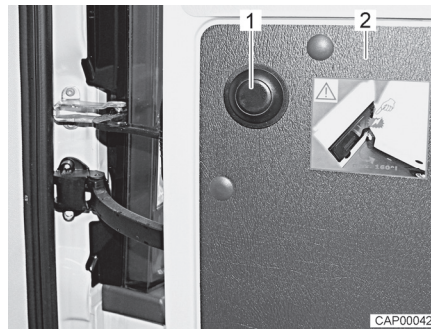

Fig. 9 Pulsador para desbloquear el límite
- Abrir la puerta trasera (Fig. 9,2) hasta el tope.
- Pulsar el pulsador (Fig. 9,1), sujetar la puerta trasera y continuar abriéndola con precaución.